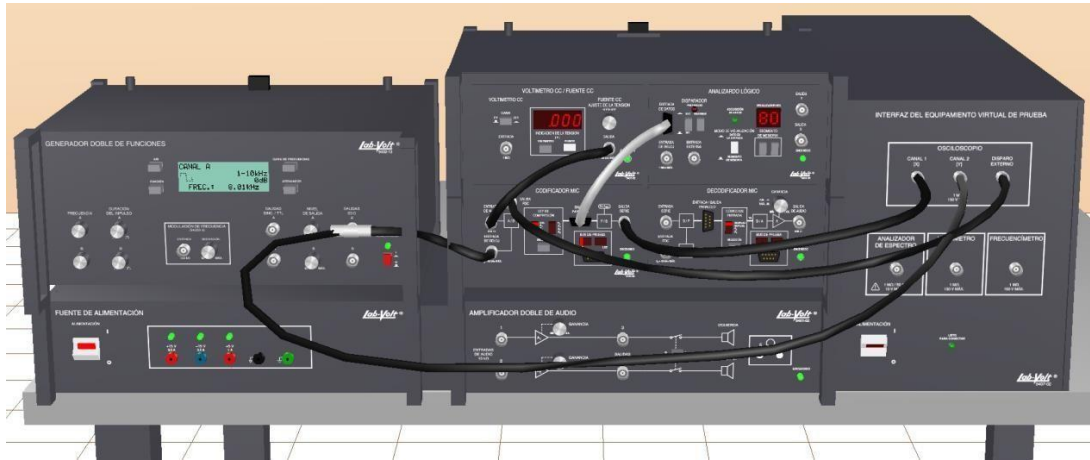

Figura 5.2 Conexiones en software
3. Realizar las siguientes conexiones cómo se muestra en la figura 5.2 incluyendo el